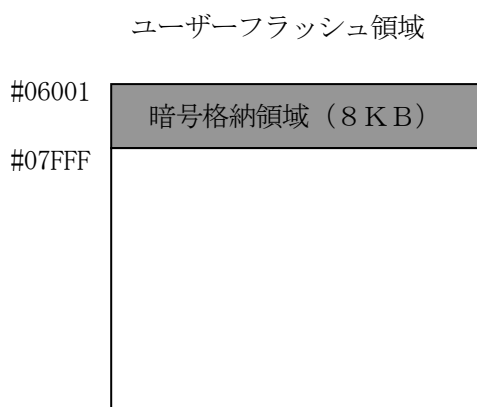

図1 (例)
- 本コントロールモジュールの対象となるマイコンに対しては暗号コードをフラッシュROM内に配置いただきます。(図1(例) 参照)